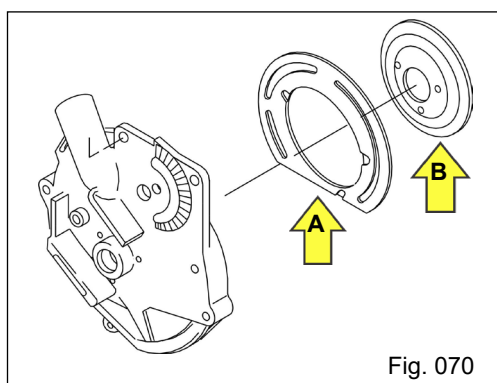

Fig. 070
- **Corpo** (Fig. 070): que por sua vez é composto de Inserto de apoio do disco e prato de fixação do inserto. O inserto de apoio do disco "A" sobre o qual gira o disco distribuidor de sementes, deverá ser plano e em bom estado.